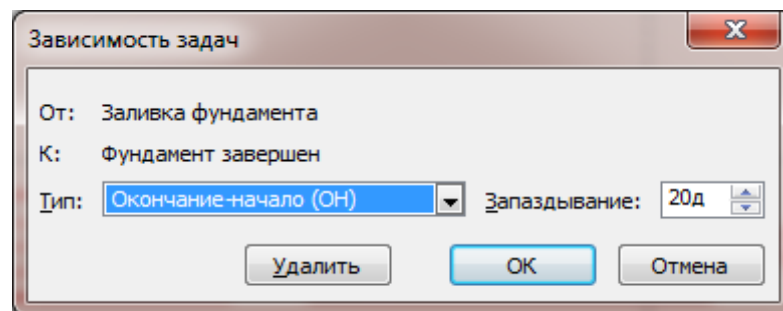

Рис. 5. Вікно «Залежність задач»
6. Для завдання 32 встановити обмеження "Як можна пізніше". Для цього у вікні «Відомості про завдання» вибрати вкладку «Додатково» і в полі «Тип» вибрати обмеження "Як можна пізніше"(рис. 5).